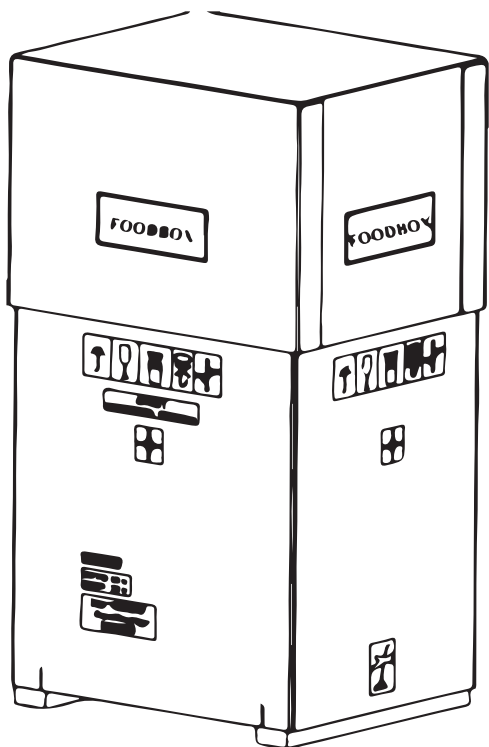

Рисунок 10 - Распаковка автомата
- снимите транспортную упаковку с автомата и удалите упаковочный материал (см.рис.10);